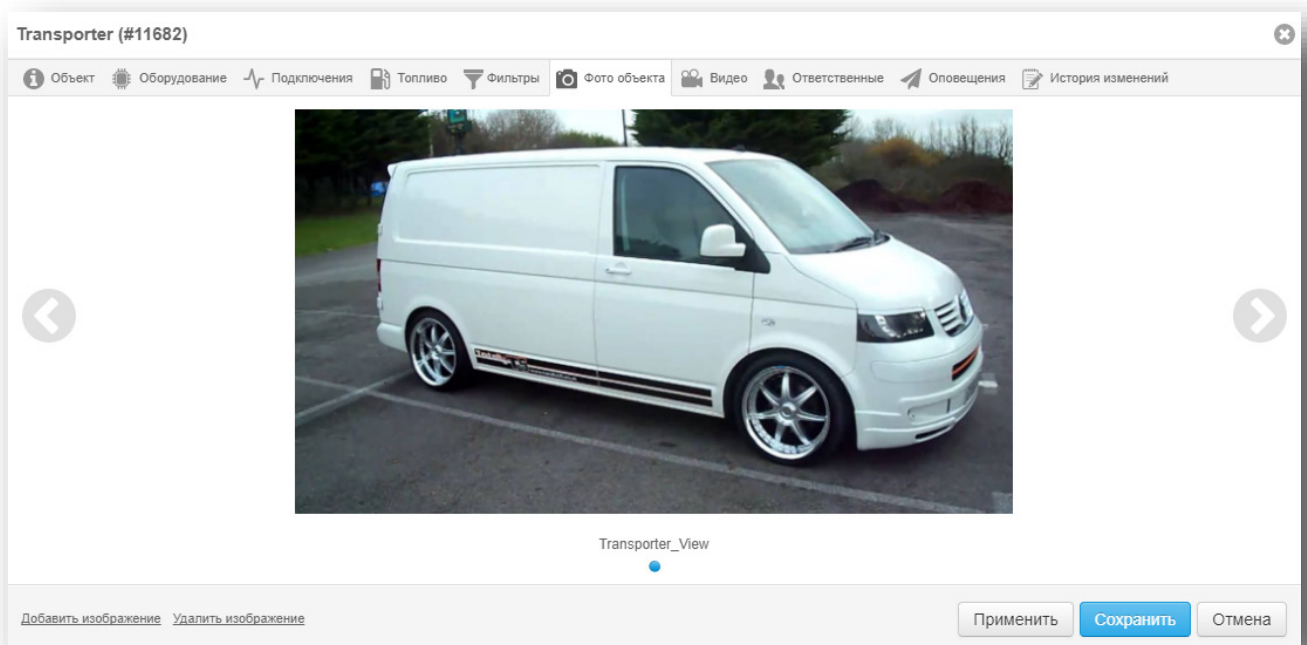

Рисунок 23. Вкладка «Фото объекта»
- **«Фото объекта»** (рис. 23) – служит для добавления, хранения и отображения фотографий объекта, а также места установки оборудования. Для добавления фотографии нажмите ссылку «Добавить изображение». Допустимый размер файла – до 1 Мб;